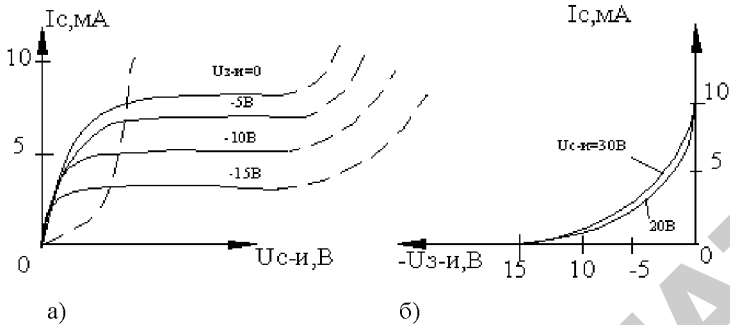

Рисунок 1.28 - Характеристики полевых транзисторов с $p-n$ -переходом:
1. Стоко-затворные (или передаточные) (рисунок 1.28, б):
2. Стоковые (или выходные) (рисунок 1.28, а):